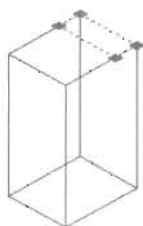

图 15-93
(16) 在长方体顶面绘制一个 8×3 的矩形,这个矩形的作用是用来作为辅助定位的,如图 15-93 所示,命令执行过程如下。